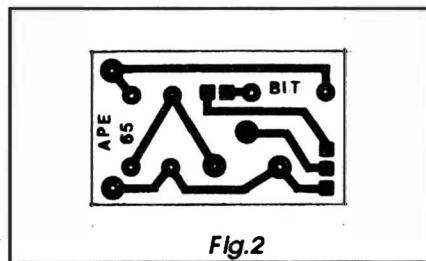

Fig.2
- FIG. 2 - LAY-OUT DO CIRCUITO IMPRESSO ESPECÍFICO - Com tão poucos componentes, a placa do impresso tinha que ser, também, simples e pequena... A figura mostra a face cobreada (áreas em negro representando justamente as partes que restam com o cobre, após a corrosão...) em tamanho natural, tão pequena que até algum retalho de fenolite perdido por aí, na sucata do caro leitor, poderá ser